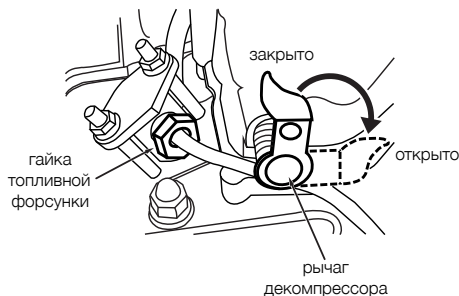

Рис. 7
- перевести рычаг декомпрессора двигателя в положение «Открыто» (см. рис. 7);
- вывернуть на 1 - 1,5 оборота гайку топливной форсунки (см. рис. 7);
8.8.10. При запуске насоса следует придерживать его ногой за подставку. Одной рукой взяться за ручку стартера. Несколько раз медленно потянуть ручку на себя до возникновения сопротивления со стороны двигателя и удерживая ее в этом положении, свободной рукой привести рычаг декомпрессора в положение «Открыто» (см. рис. 7). Не допуская возврата ручки стартера обратно, двумя руками сильно дернуть ее на себя (рычаг декомпрессора при этом автоматически вернется в положение «Закрыто»). Медленно (с натягом шнура) вернуть ручку стартера в начальное положение. Процесс запуска не должен продолжаться непрерывно более 15 секунд. Между отдельными попытками запуска необходимо выдерживать паузу в течение 1 минуты.